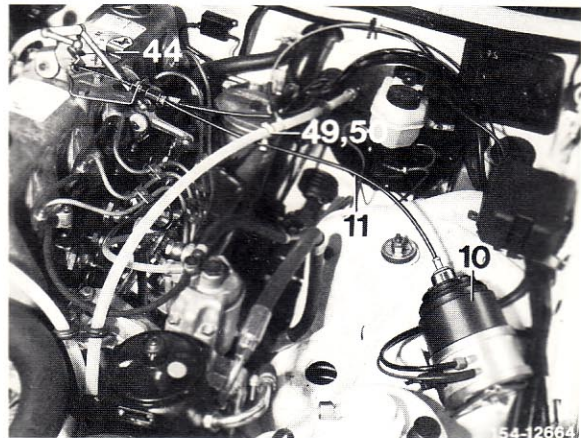

Bild 8
21 Seilzug (11) vom Regelgerät (10) zur Regulierung verlegen und anschließen (Bild 8).